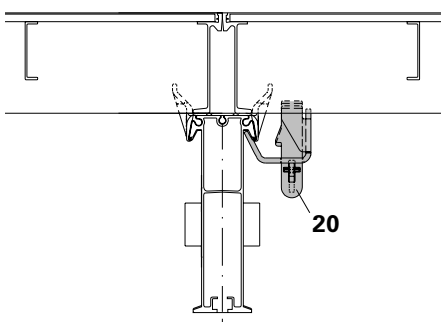
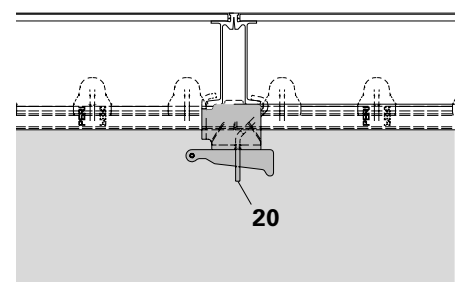

Fig. A4.20
Fig. A4.22
Pour assurer l'étanchéité des joints des panneaux, par exemple pour le coulage des segments / la mise en place des butées, pousser les panneaux fermement l'un contre l'autre et les fixer sur la dernière poutrelle à l'aide des Coin à Él. SPKK (20). (Fig. A4.20 - Fig. A4.22)